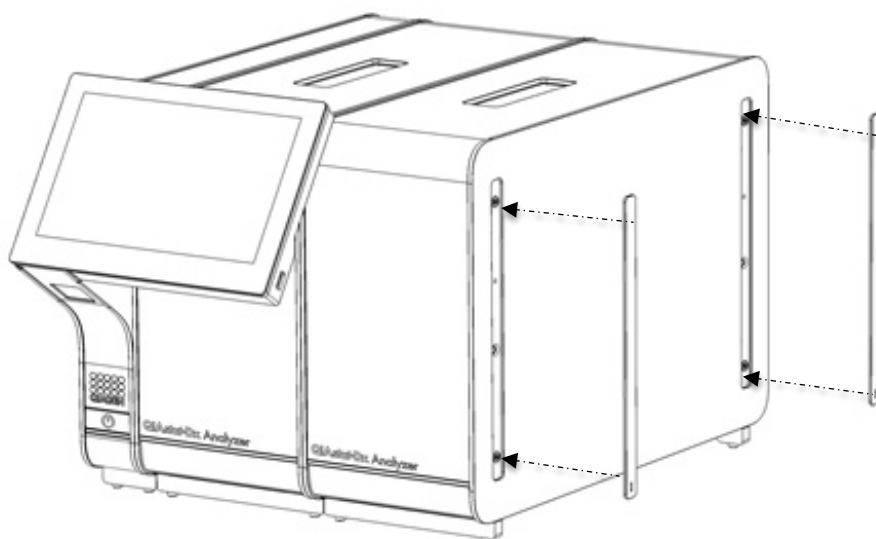

図 17.追加の解析モジュールに保護カバーを再度取り付ける。
5. 追加の解析モジュールの側面に保護カバーを再度取り付けます (図 17)。